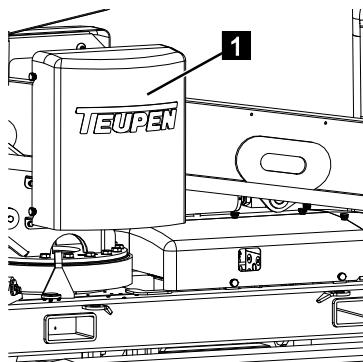

Abb. 111
2. Abdeckung demontieren (Abb.111/1).